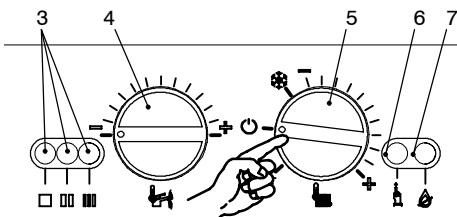
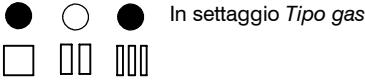
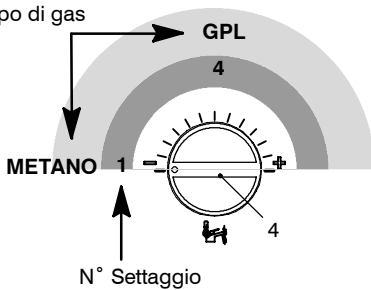
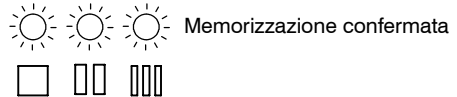

fig. 8.3
fig. 8.5
fig. 8.6
fig. 8.8
- 1 Ruotare il selettore di funzione 5 come in fig. 8.3
- 2 Posizionare il selettore 5 come indicato in fig. 8.3; la lampada di segnalazione 3 lampeggia ad intermittenza circa ogni 4 secondi.
- 4 Tenere premuto il pulsante di ripristino 6 in fig. 8.3 per circa 10 secondi, la lampada di blocco 7 in fig. 8.3 inizierà a lampeggiare.
- Premere il pulsante di ripristino 6 in fig. 8.3 tante volte (4 volte) fino alla visualizzazione delle spie di segnalazione 3 in fig. 8.3 come in fig. 8.5 (leggenda spie fig. 8.2).
Per visualizzare il settaggio impostato tenere premuto il pulsante di ripristino 6 in fig. 8.3 per circa 5 secondi. Le spie di segnalazione 3 in fig. 8.3 lampeggeranno un numero di volte pari al settaggio (fig. 8.6).
- Per cambiare il settaggio ruotare la manopola regolazione temperatura sanitari 4 in fig. 8.3 e posicionarla per il **tipo di gas** prescelto fig. 8.6 (nella figura es. manopola settata per **gas Metano**), la lampada di segnalazione blocco 7 in fig. 8.3 lampeggia velocemente.
- Per memorizzare il settaggio premere il pulsante di ripristino 6 in fig. 8.3 per circa 5 secondi, le spie di segnalazione 3 in fig. 8.3 lampeggiano tutte quante simultaneamente come in fig. 8.8 (leggenda spie fig. 8.2)